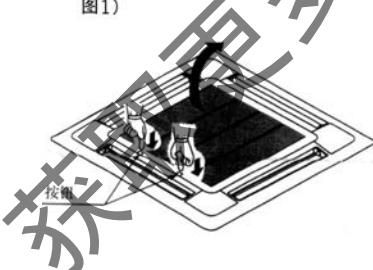

图1
1. 先按下回风格栅按钮，然后再提起按钮的一端。(参照图1)